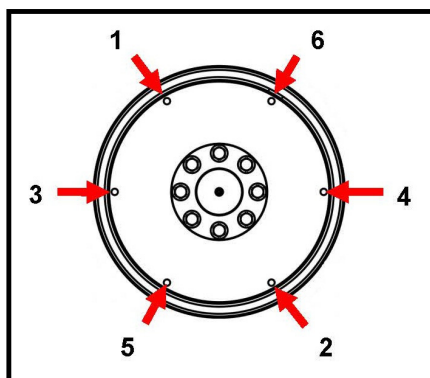

图 22. 固定顺序
10. 按照所示顺序拧紧螺栓以将耦合盘固定到飞轮上 图 22 在第 xx 页 36。